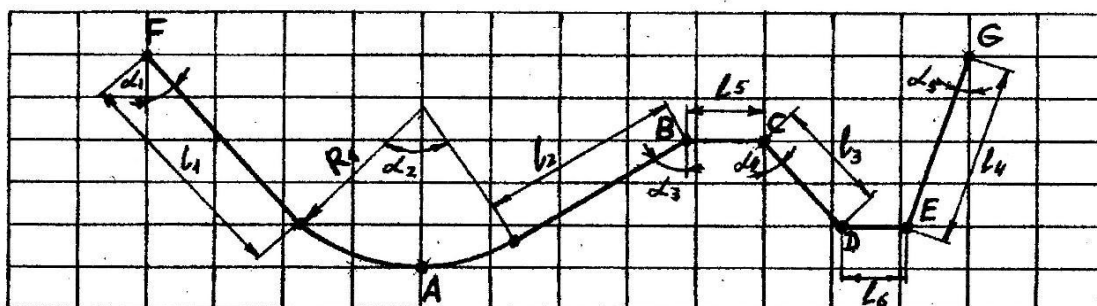

Рисунок 1 - геометричний профіль електрод-інструменту
по заданому профілю деталі (формується по рис. 1), його геометричним розмірам (таблиця 5), вимогам до точності, шорсткості обробки, матеріалу деталі спроектувати електрод-інструмент, вибрати необхідне електрохімічне устаткування й необхідні матеріали;
2. форма контуру електрод-інструменту (рисунок 1)